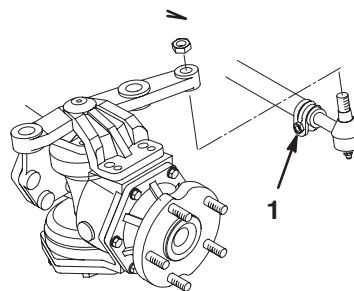

Figure 3
1. Retirez les goupilles fendues et les écrous à créneaux des rotules de la biellette. Insérez les rotules dans le trou central de chaque bras de direction de pont. Insérez les rotules par le bas de chaque bras de direction (Fig. 3).